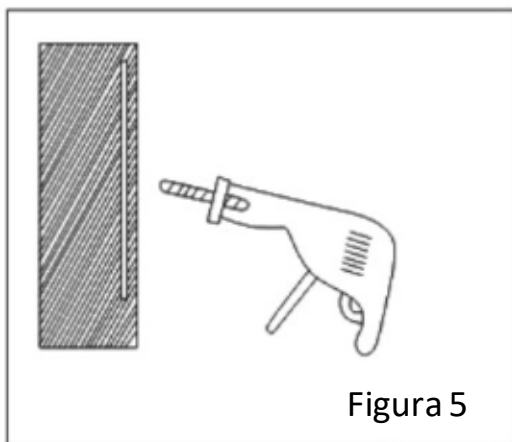

Figura 5
6. Al perforar agujeros, evite los cables de alimentación dentro de la pared, para no recibir una descarga eléctrica (como se muestra en la figura 5)